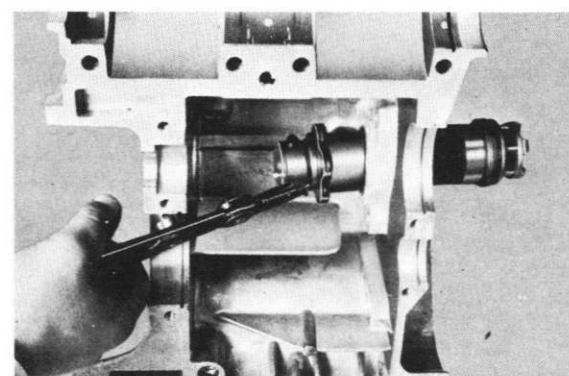

Fig. 4-15-7
- 5) Remove the stopper plate L circlip, and the shift cam (Fig. 4-15-7)
- 5) Retirez l'attache rapide de la plaque d'arrêt gauche, puis le tambour de sélecteur. (Fig. 4-15-7)